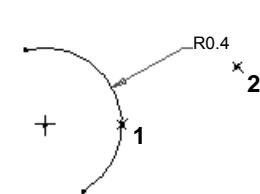

图 4.9.7 半径的标注
Step2. 单击位置1选择圆上一点，中键单击位置2以放置尺寸（图4.9.7）。